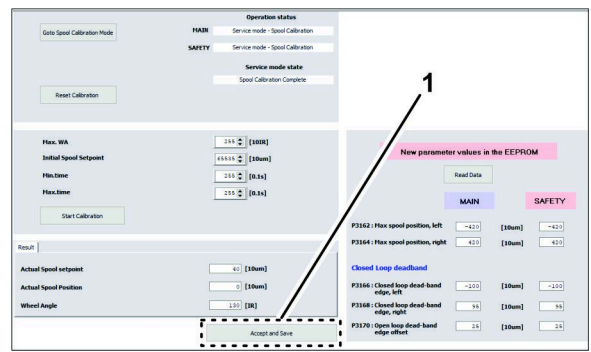

Figure 50
5. En la parte inferior de la pantalla de calibración del carrete, haga clic en el icono ACEPTAR Y GUARDAR (Figure 50).